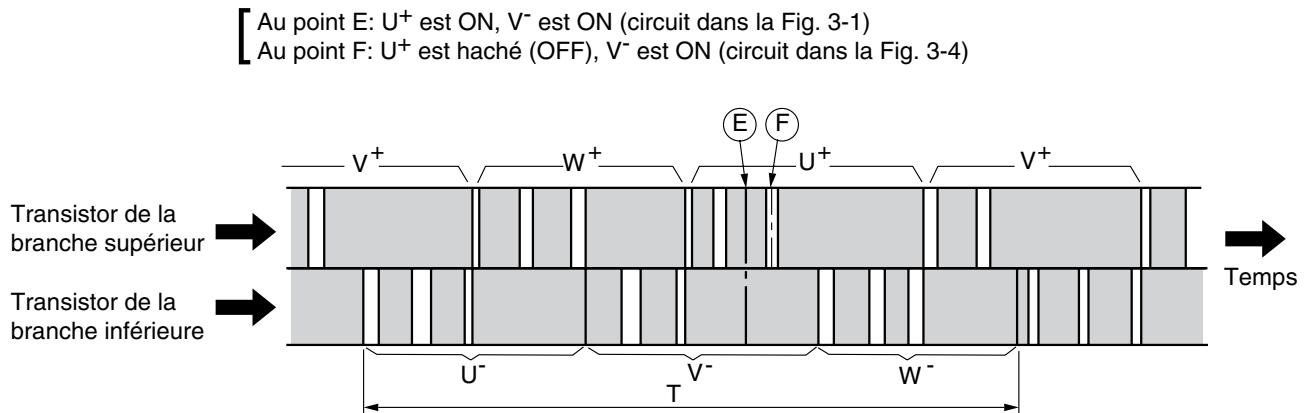

Fig. 3-2 Ordre de commutation du module d'alimentation
- 320-360V CC sont présents à l'entrée du module d'alimentation et le module d'alimentation commute le courant d'après la position de rotation du rotor magnétique. L'ordre de commutation est représenté dans la Fig. 3-2.
- Le temps T de la Fig. 3-2 représente la période de commutation, et la relation avec la vitesse de rotation (N) du compresseur est représentée par la formule suivante: